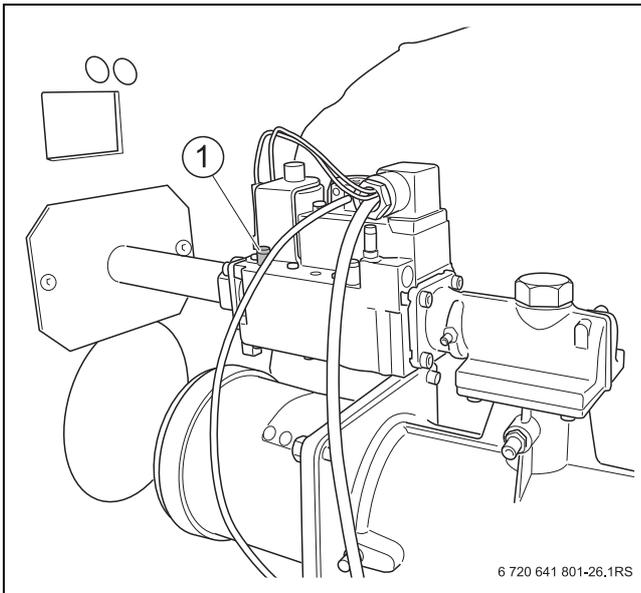

Рис. 44 Измерение подаваемого давления газа на котлах мощностью 90/120 кВт
- ▶ Отверните на 2 оборота запорный винт ниппеля, предназначенного для измерения давления и выпуска воздуха (→ рис. 44, 45, 46 [1]).